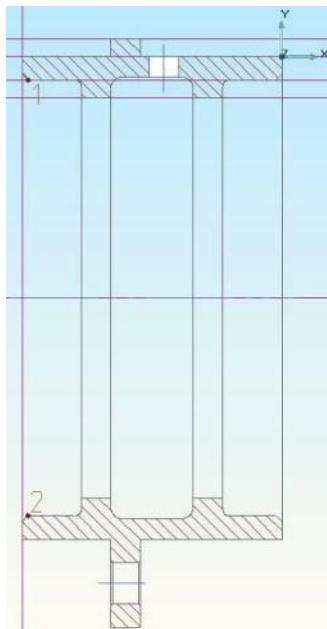

Рисунок 19. Построение отрезков
2. Подведите курсор к пересечению линий находящихся в точке **1** (рис. 19). И притянитесь курсором к пересечению, одновременно нажав левую и среднюю кнопку мыши или клавишу **C** на клавиатуре.
4. Подведите курсор к пересечению линий находящихся в точке **2** (рис. 19). И притянитесь курсором к пересечению, одновременно нажав левую и среднюю кнопку мыши или клавишу **C** на клавиатуре.